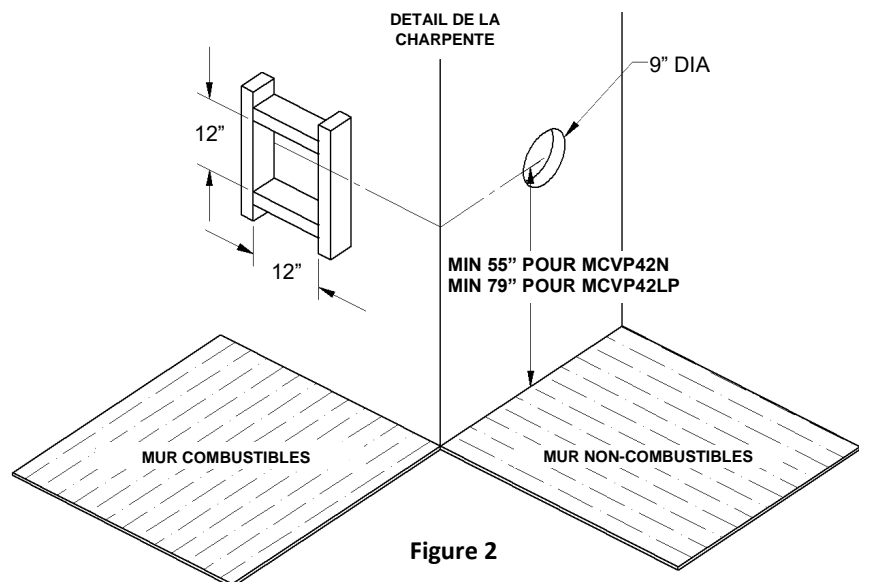

Figure 2
1. Pour déterminer la distance minimale entre le plancher du foyer et le centre de l'évent voir la page Comment encastrer votre foyer. Percez le mur en prévoyant un espace pour un manchon de 12po x12po (diamètre intérieur) pour les murs combustibles et un manchon de 9po de diamètre pour les murs non combustibles. (voir figure 2)
La longueur maximale est de 20p / 6.1m lorsque la longueur verticale est de 7pi / 2.1m (figure 2) N.B. : Pour chaque 12po de conduit horizontal il doit y avoir 1/4po de conduit vertical.